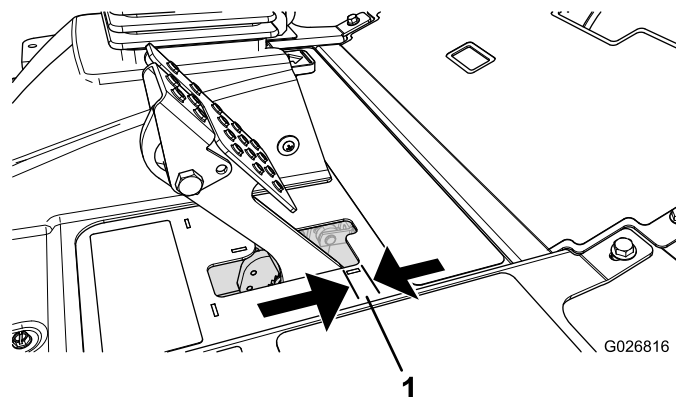

Bild 86
Stellen Sie die Bremsen ein, wenn das Bremspedal mehr als 2,5 cm Spiel hat, oder wenn die Bremsen nicht mehr gut genug greifen (**Bild 86**). Als Spiel gilt der Abstand, den das Bremspedal zurücklegt, bevor ein Bremswiderstand spürbar ist.
- Ziehen Sie die hintere Mutter an, um den Zug nach hinten zu bewegen, bis das Bremspedal ein Spiel zwischen 0,63 mm bis 1,27 cm aufweist, bevor die Radsperre auftritt (**Bild 86**).